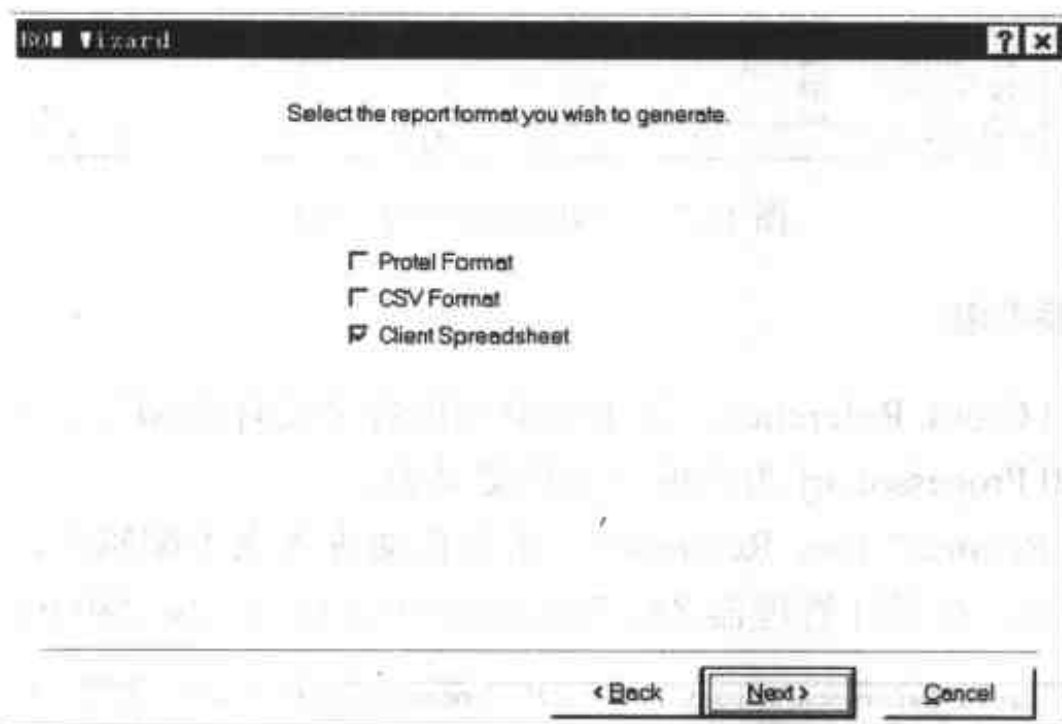

图 10-5 选择元件列表输出格式对话框
(4) 完成定义后, 单击 Next 按钮, 屏幕上出现如图 10-5 所示的设置列表输出格式对话框。在这里选择最终的列表以何种格式产生, 系统提供了三种格式, Protel Format 选择项表示以 Protel 格式输出元件列表, 文件以 .bom 为后缀名; CSV Format 选择项表示以电子表格格式输出元件列表, 文件以 .CSV 为后缀名, Client Spreadsheet 选择项表示以 Protel 99 格式输出元件列表, 文件以 .XLS 为后缀名。本例中我们选择 Client Spreadsheet 格式。